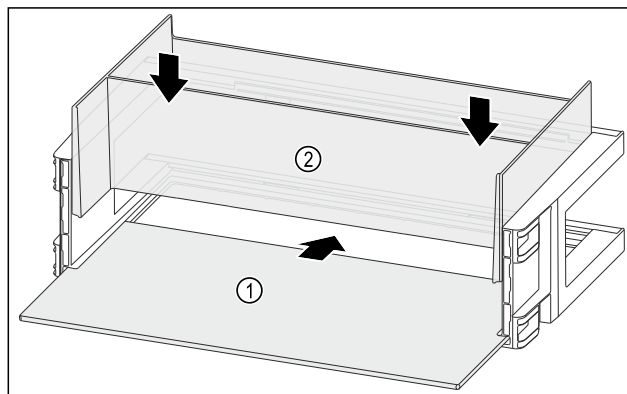

Fig. 118
- Draagplateau Fig. 118 (1) in de zijdelingse inkepingen schuiven.
- Organizer Fig. 118 (2) plaatsen.